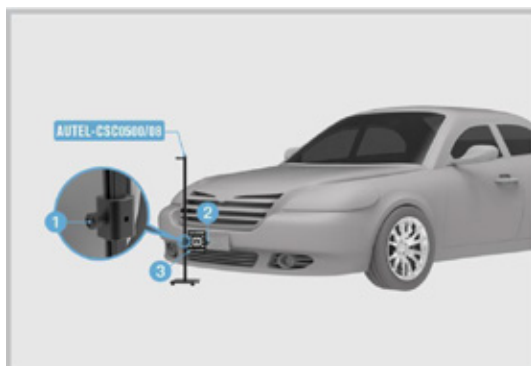

Abbildung 3-15 Platzieren der Distanzmessscheibe
1. Stellen Sie die Ausrichthilfe AUTEL-CSC0500/08, wie in Abbildung 3-15 gezeigt, vor das Fahrzeug. Lösen Sie die Schraube (①), um die Höhe der Zielscheibe so einzustellen, dass sie ungefähr auf der gleichen Höhe wie die Mitte des Nummernschilds liegt. Ziehen Sie dann die Schraube (①) fest, um die Zielscheibe zu sichern.
2. Bewegen Sie die Abstandsmessscheibe so, dass der Zeiger (②) der Scheibe das Nummernschild berührt und möglichst genau auf die Mitte des Nummernschildes gerichtet ist. Die weiß gepunktete Seite der Scheibe (③) sollte in Fahrtrichtung des Fahrzeugs zeigen.